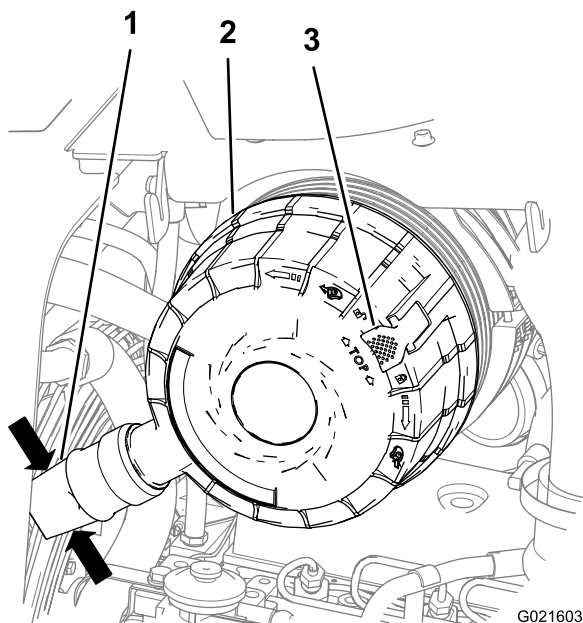

Figura 114
- Aperte as laterais da válvula de descarga de poeira na tampa do purificador de ar para liberar eventual acúmulo de água, poeira ou sujeira da válvula. (Figura 114).
- Puxe para fora o fecho da tampa do purificador de ar (Figura 114).